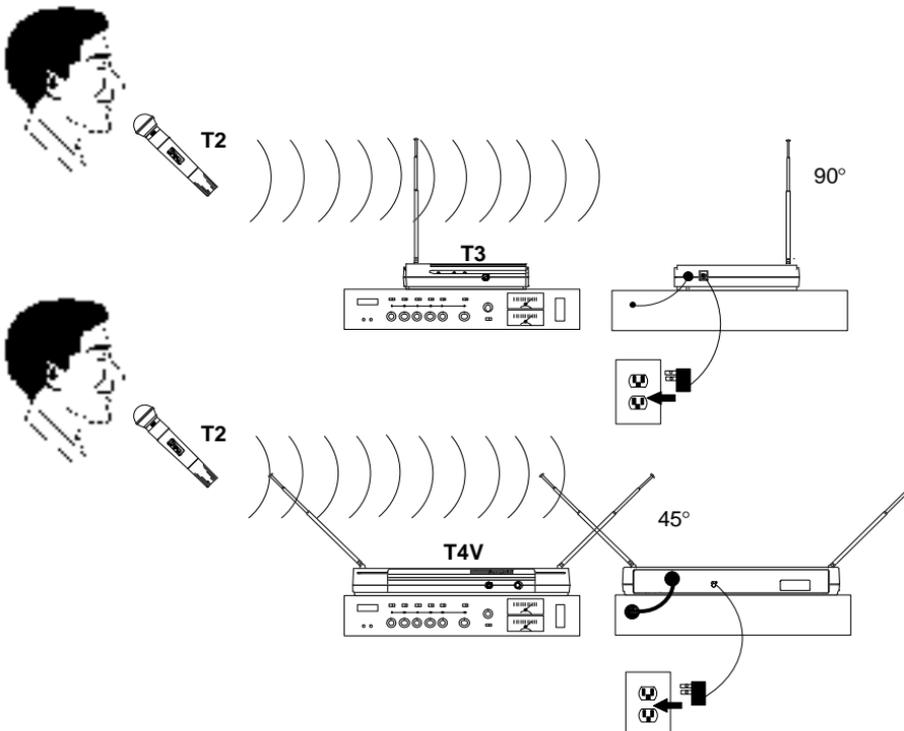

FIGURE 9
1. Se référer à la Figure 9. Brancher une extrémité de l'adaptateur d'alimentation c.a. au connecteur DC INPUT (entrée c.c.) au dos du récepteur, brancher ensuite l'autre extrémité à une prise électrique c.a. (utiliser PS20 pour 105–125 VCA, 60 Hz; utiliser PS20E pour 230 VCA, 50 Hz). Le témoin vert POWER du récepteur s'allume.